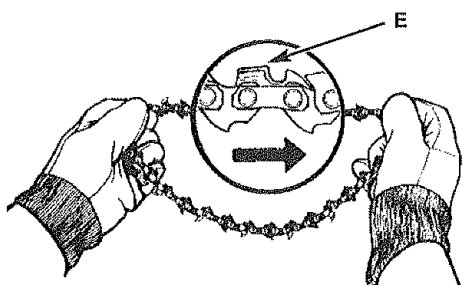

Fig. 24
1. Retire la cadena enrollándola desde los lados cortantes (E, Fig. 24) hacia la derecha.